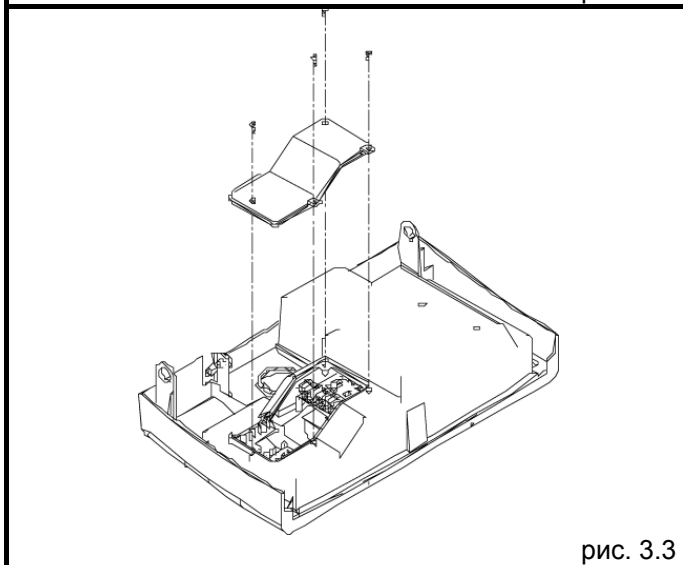

рис. 3.3
- открутите четыре винта, которые крепят крышку блока питания (рис. 3.3), после чего снимите крышку